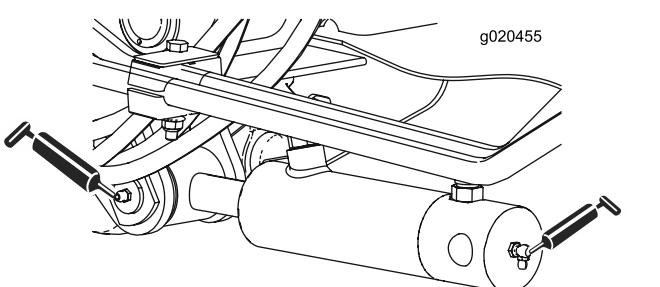

Figura 64
- Boccole (2 cad.) del cilindro di sollevamento (Figura 64).